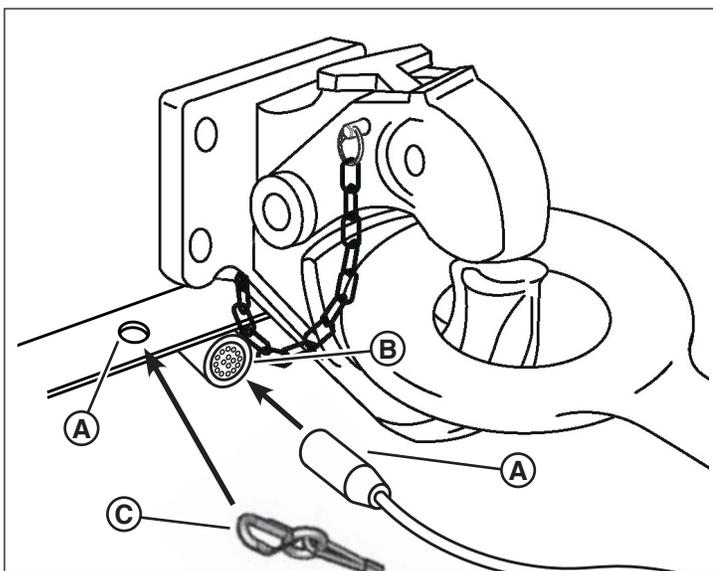

Figura 8
7. Conecte el conector de las luces del remolque (A, Figura 8) al conector del vehículo remolcador (B). Asegúrese de que el haz de cables de las luces del remolque tenga la longitud adecuada para evitar la desconexión al realizar los giros, pero no demasiada como para que este tenga contacto con la superficie del camino. Revise que las luces de detención, de viraje, traseras, marcadoras laterales y de la placa de licencia funcionen correctamente.
8. Conecte el cable del interruptor de los frenos de separación (C, Figura 8) al vehículo remolcador (D). Consulte la sección "Sistema de frenos de separación" para obtener información detallada acerca de dicho sistema.
NOTA: Algunos cables del interruptor del freno de separación tienen una carabina que se engancha en la cavidad de la cadena de seguridad. Consulte la Figura 8.